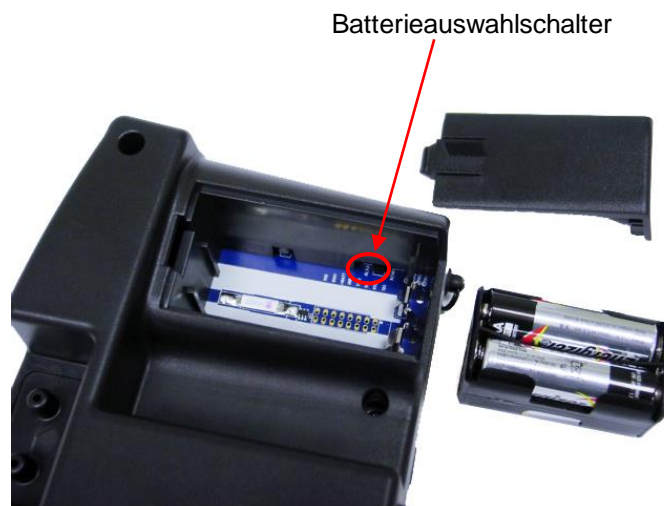

Abbildung 6: Position des Batterieauswahlschalters
4. Stellen Sie zur Auswahl der zu benutzenden Batterie den Batterieauswahlschalter wie in Abbildung 6 ein.